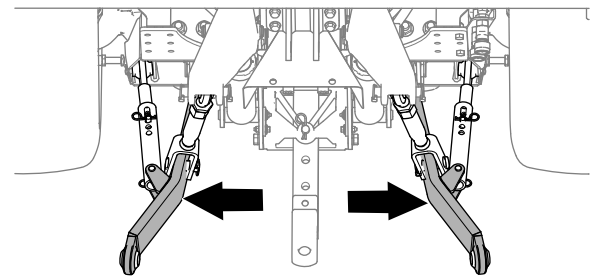

Figura 15
- Mueva los brazos de enganche inferiores (Figura 15) hacia fuera del todo; consulte el Manual del operador de la unidad de tracción.